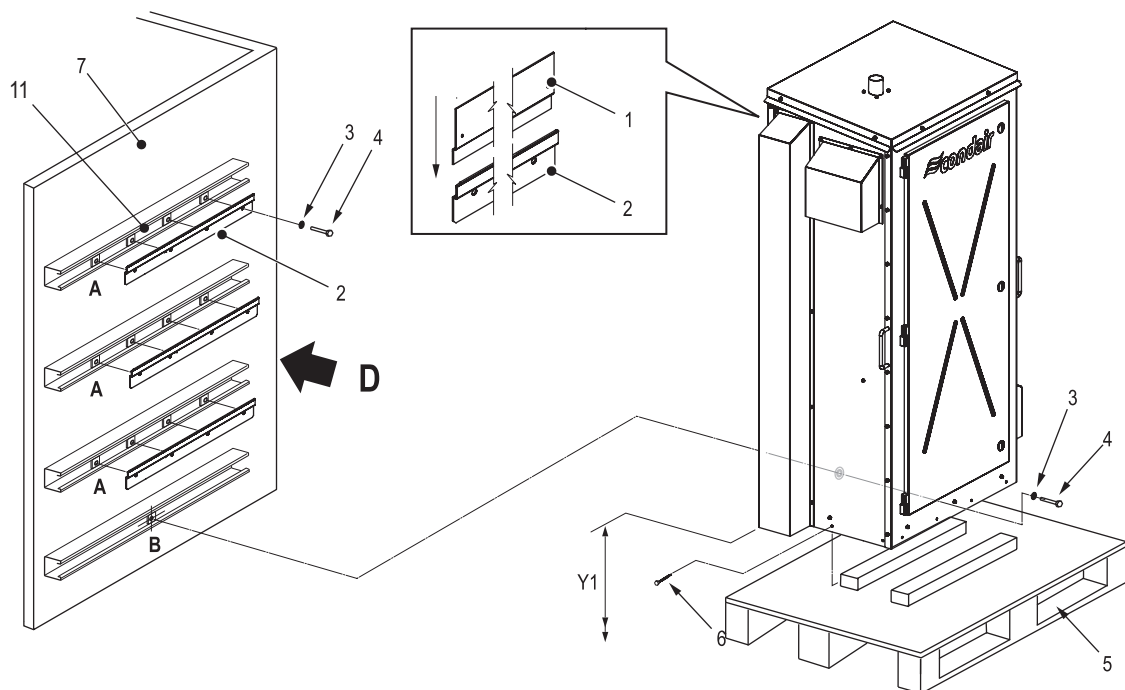

Fig. 12: Montage sur mur extérieur
3. Marquez les points de fixation « A » et « B » aux endroits souhaités à l'aide d'un niveau à bulle. Voir Fig. 12 et Tableau 7.
8. Soulevez prudemment l'humidificateur, mettez-le en position de montage et alignez les supports à l'arrière de l'humidificateur avec les rails de montage fixes comme indiqué sur l'image Fig. 12. Abaissez l'humidificateur sur les rails de montage et assurez-vous que l'appareil est bien en place et aligné horizontalement.